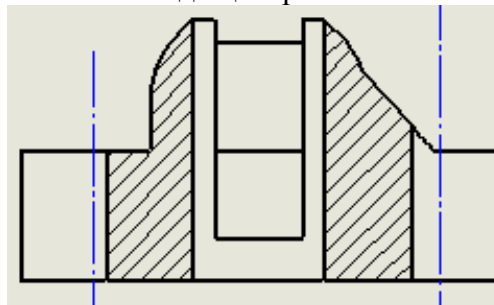

Рис. 8.1.14. Осьові лінії для центрів відкритих пазів
9. Проведіть осьові лінії там, де проходять центри відкритих пазів (рис. 8.1.14). Використовуйте прив'язку осьових ліній до центрів кіл.